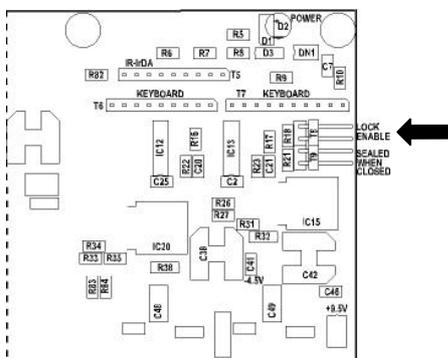

Рис. 14. Часть платы M2200: Положение переключки Lock enable.
- 2 Аккуратно поднять крышку Контроллера M2200, пока Вы не увидите на плате переключатель, маркированную “Lock enable” (см. Рис. 14). Удалить переключатель.